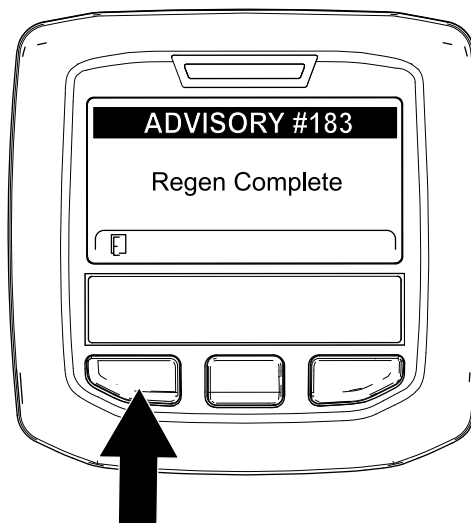

Figura 86
9. Când computerul motorului finalizează o regenerare în stare de parcare sau de recuperare, InfoCenter afiează ADVISORY #183 (recomandarea nr. 183) (Figura 86). Apăsai butonul din stânga pentru a reveni la ecranul de pornire.
Notă: Dacă regenerarea nu se finalizează, InfoCenter afiează Advisory #184 (recomandarea nr. 184) (Figura 86). Apăsai butonul din stânga pentru a reveni la ecranul de pornire.